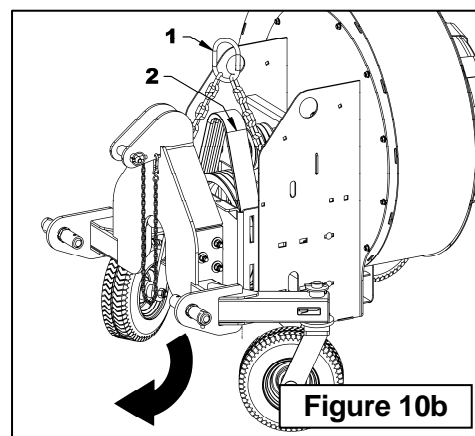

Figure 10b
- Figure 10b:** Avec un palan à chaîne, soulever l'ensemble de la poulie motrice (item 2) à l'aide d'une chaîne à deux crochets (item 1) afin de bien répartir le poids. (Cet ensemble pèse environ 75 lbs).